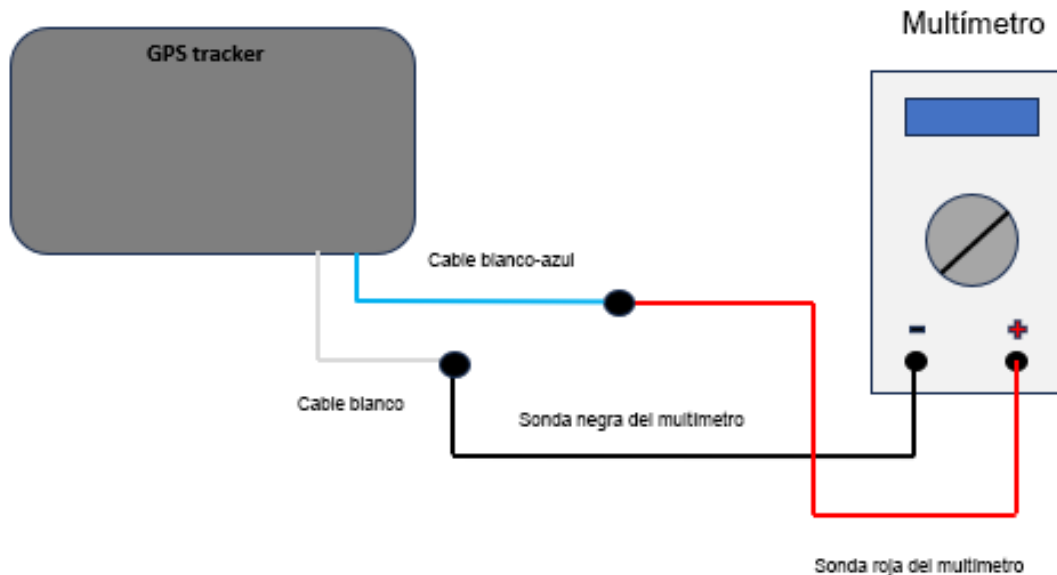

Fig.5 Diagrama de conexión
2. Monte el circuito de conexión de acuerdo con la "Fig. 5 Diagrama de conexión".